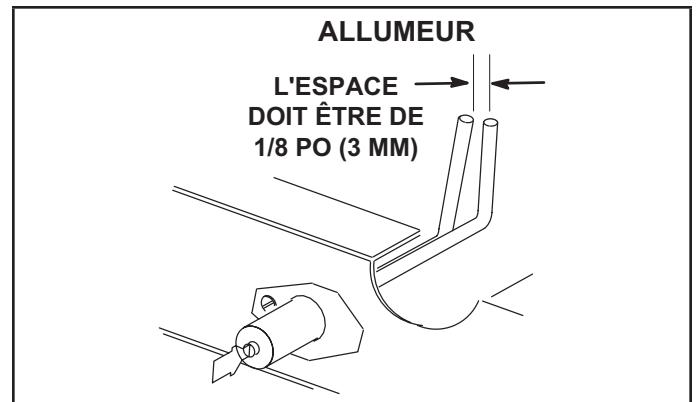

FIGURE 50
- 4 - Localiser l'allumeur sous les brûleurs de gauche. Vérifier l'écartement des contacts à l'aide de mèches hélicoïdales ou de jauges d'épaisseur de la taille appropriée. Voir FIGURE 50.